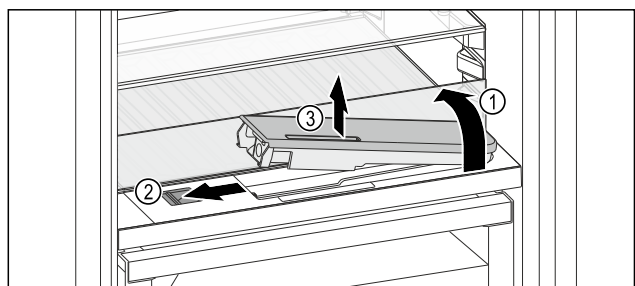

Fig. 196
- Glasplatte anheben und bis zum Anschlag nach hinten klappen Fig. 196 (1).
- Schieber Fig. 196 (2) nach links schieben.
- Wassertank entnehmen Fig. 196 (3).